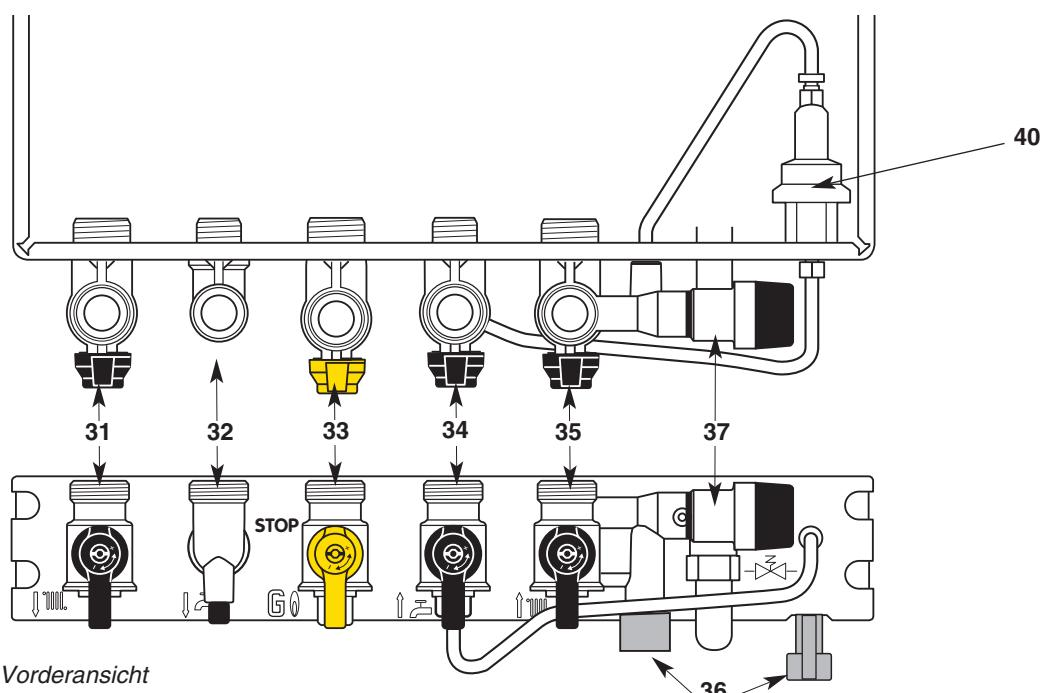

Abb. 22 - Aufsicht und Vorderansicht
Armaturenhalterung (Abb. 22)
3. Öffnen Sie die Gaszuführung am Gashahn 33 (Abb. 22) und stellen Sie ihn auf die Position .
- Drehen Sie den Gashahn 33 (Abb. 22), auf STOP um die Gaszuführung zu unterbrechen.
Heizung (Abb. 22).